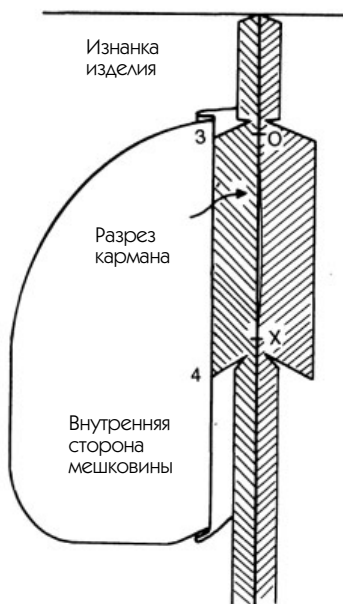

Рис. 571
— Сделайте наклонные надрезы, не доходя 0,2 см до точек 1 и 2 (см. эти засечки далее на рис. 571).
4. Рис. 571: шов был разутюжен, и изделие показано здесь с изнаночной стороны с хорошо заметными разутюженными срезами шва. Обратите внимание на сгиб мешковины и надсечки, сделанные на срезах шва.